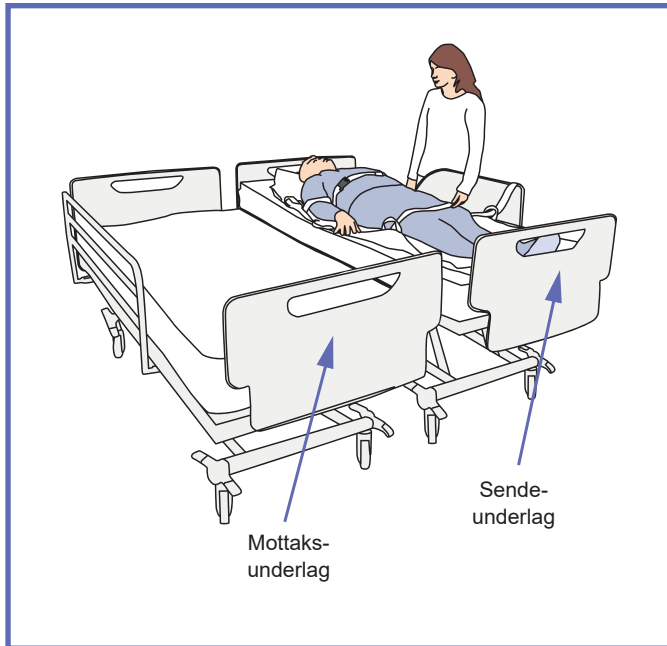

Fig. 12
- 7) Juster høyden på sendeunderlaget slik at det er litt høyere enn mottaksunderlaget. Se "Fig. 12".